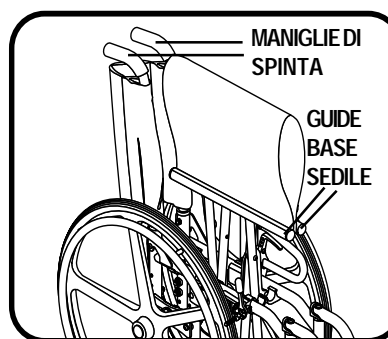

Figura 5. Punti di sollevamento
2. Con una mano, afferrare e stringere insieme le due maniglie del sedile. Vedere figura 5.